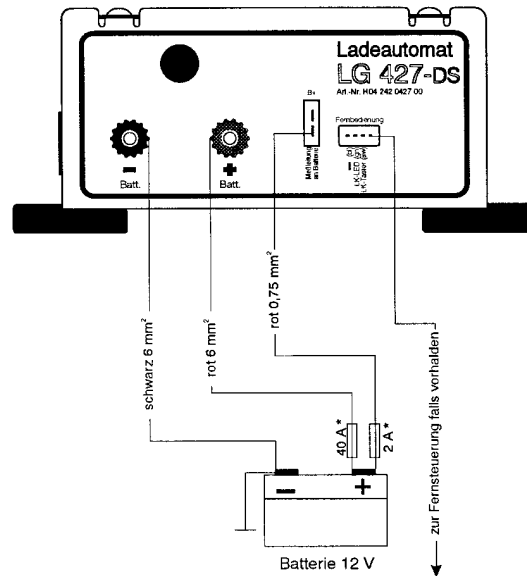

Bild 4.1: Anschlußplan LG 427-DS
1. Schritt Verbinden Sie das Ladegerät gemäß Anschlußplan (siehe Bild 4.1) mit der Batterie. Verwenden Sie hierzu die mitgelieferten Leitungen.